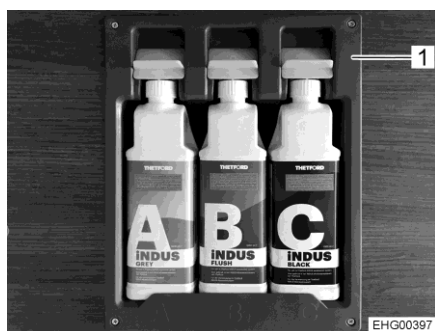

Bild 149 Patronhållare med patroner
**Patroner** Patronerna med tillsatserna förvaras i en patronhållare (Bild 149,1). Patronhållaren är monterad i fordonets bakre lastutrymme och innehåller patroner med följande tillsatser: